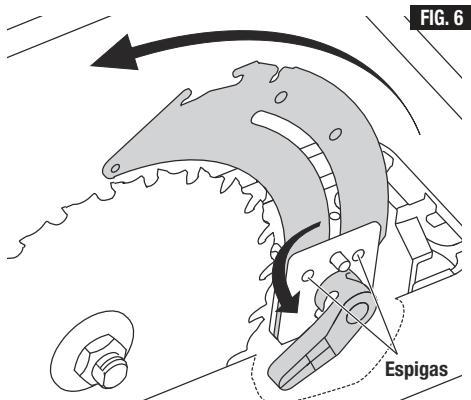

FIG. 6
5. Deslice la cuchilla separadora hacia arriba hasta su posición más alta, de manera que esté directamente sobre el centro de la hoja (Fig. 6).
6. Alinee los agujeros de la cuchilla separadora con las espigas y bloquee la palanca de liberación girándola en sentido contrario al de las agujas del reloj. Empuje y jale la cuchilla separadora para verificar que está fija en la posición correcta (Fig. 6).